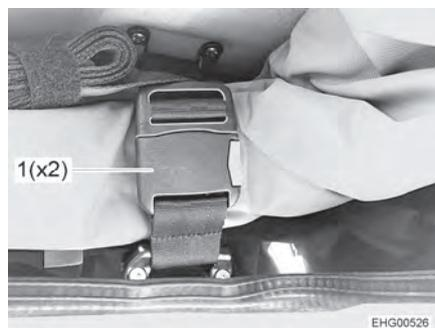

Fig. 55 Boucle de fermeture de sangle
- Ouvrir les deux boucles de fermeture de sangle (Fig. 55,1).